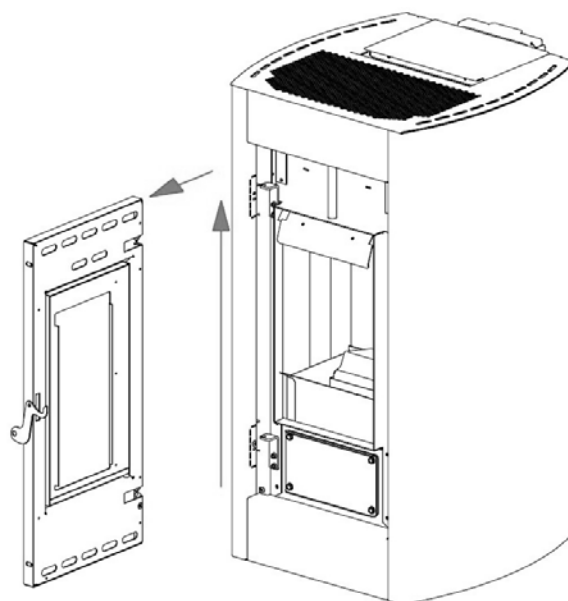

Fig. 33 - Rimozione porta
- Alzare la porta affinché i perni della porta escono dalla staffa sulla struttura (vedi Fig. 33).